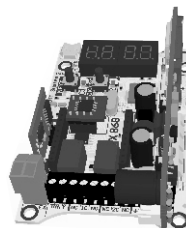

Abb.7. FLEX-Empfänger mit installierter F-GSM-Karte.
- Stecken Sie die F-GSM-Karte in die 36-polige Buchse des FLEX-Receivers (Abb. 7)